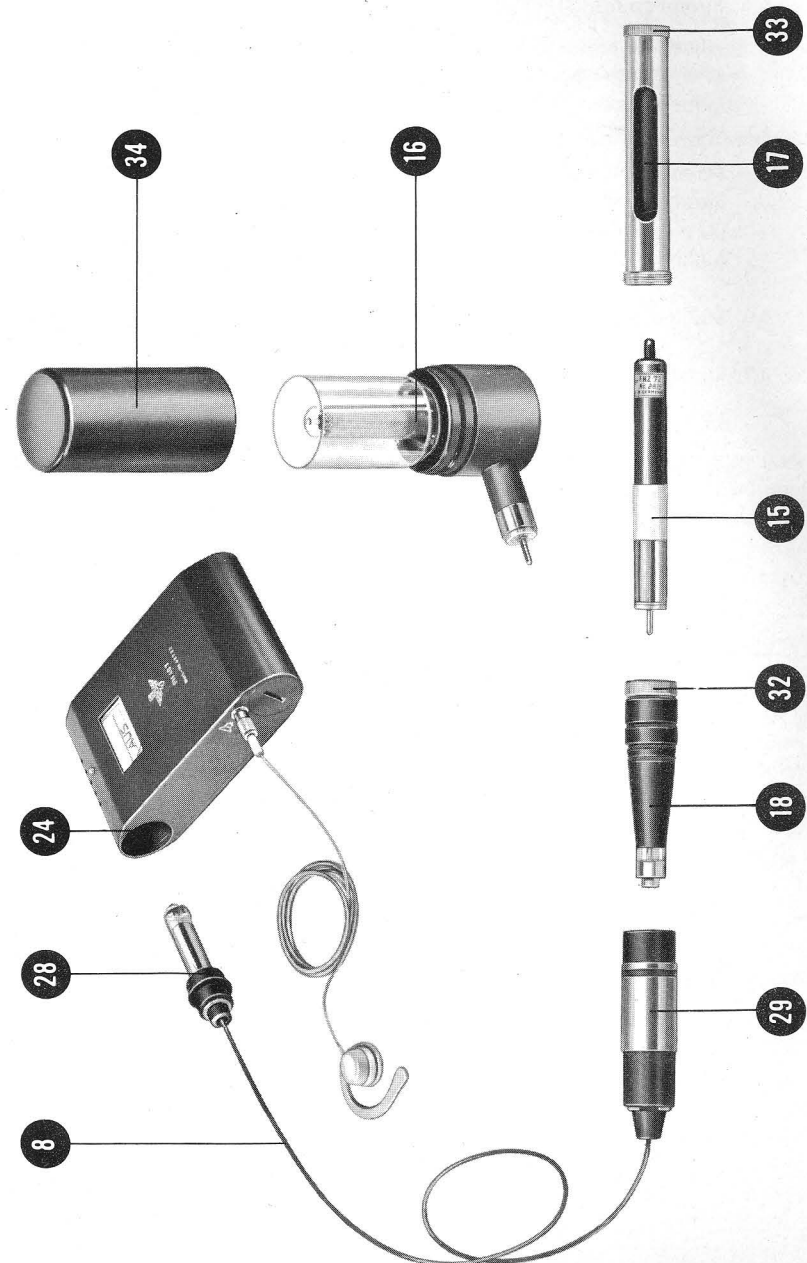

Abb. 4
7.032 Anschluß (siehe Abb. 4)
Zum Anschluß des Adapterkabels (8) an das Meßgerät wird das Zählrohr aus dem Meßgerät herausgenommen (siehe Abschnitt 4.5 und Abb. 3) und dafür das Adapterstück (28) in die Zählrohrkammer eingeschraubt (siehe Abb. 4). Vor Öffnen der Zählrohrkammer soll das Meßgerät ausgeschaltet werden!
7.06 Sondenzwischenstück (siehe Abb. 4)
7.071 FHZ 72 (s. Abb. 4)
7.073 FHZ 73 (s. Abb. 4)
7.08 Schutzhülse für die Zählrohre FHZ 71 und FHZ 72 (siehe Abb. 4)